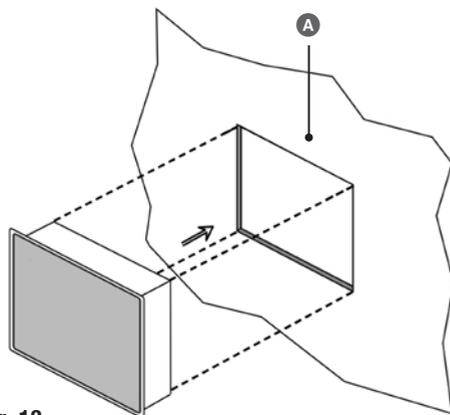

Fig. 13
1. Recorte una abertura de montaje (véase **Fig. 13**) en la puerta del armario de distribución o en el tablero de distribución.